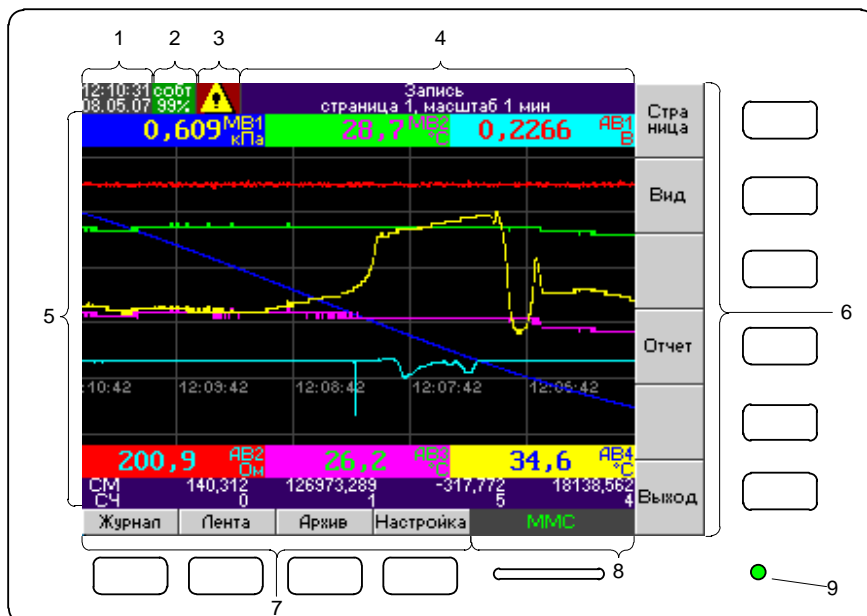

Рисунок 2.1 Интерфейс регистратора в режиме измерения
Регистратор имеет 10 функциональных клавиш, расположенных в два ряда – справа и снизу (см. рис. 2.1). Функции клавиш определяются режимом, в котором находится регистратор. Назначение каждой клавиши отображается на экране напротив соответствующей клавиши. Для увеличения размера рабочей области в режиме «Запись» имеется возможность скрыть подписи клавиш. Для этого в режиме «Запись» следует нажать клавишу **Выход**. Чтобы показать подписи следует нажать любую из 10 клавиш регистратора.
На передней панели регистратора имеется светодиодный индикатор записи на карту MMC (см. рис. 2.1, поз. 9). Также индикатор активен при включении регистратора.
- Текущее время и дата (см. рис. 2.1, поз. 1).
- Индикатор состояния памяти журнала событий (см. рис. 2.1, поз. 2). На индикаторе отображается количество свободной памяти для неподтвержденных событий в процентах от максимального размера журнала событий (750). Для того, чтобы освободить память, нужно войти в режим просмотра журнала событий и нажать клавишу **Подтвердить все**. В зависимости от уровня заполнения журнала индикатор имеет следующий цвет:
- Индикатор состояния аварийной сигнализации (см. рис. 2.1, поз. 3). Индикатор имеет следующие состояния:
- Индикатор текущего режима работы регистратора (см. рис. 2.1, поз. 4). На данном индикаторе выводится название текущего режима и другая дополнительная информация.
- Рабочее поле (см. рис. 2.1, поз. 5). В зависимости от режима работы регистратора на данном участке экрана отображается информация о текущих или архивных измерениях и настройках регистратора.
- Функциональное обозначение клавиш регистратора (см. рис. 2.1, поз. 6, 7).
- Индикатор состояния карты MMC (см. рис. 2.1, поз. 8). В случае если в разъеме MMC/SD присутствует карта, то на индикаторе отображается зеленым цветом надпись «MMC».
Для увеличения глубины архива измерений предусмотрена функция «Запись по событию». Для активации данной функции следует в меню «Общие настройки» установить параметру «Запись данных» значение «По событию». После этого регистратор переходит в режим ожидания события. В этом режиме производится измерение сигналов, однако не производится запись их значений во внутреннюю память. При этом на индикатор текущего режима работы регистратора (см. рис. 2.1, поз. 4) выводится сообщение «Измерение (ожидание события)». Также следует установить действие «Запись» для какой-либо уставки (действие можно установить для аналоговых или дискретных входов, сумматоров, счетчиков, расписания). Следует отметить, что поскольку запись данных в этом режиме не ведется, то просмотреть архивные данные за этот период невозможно.
- «Авария». При активизации сигнализации производится включение визуальной сигнализации (индикатор аварийной сигнализации - см. рис. 2.1, поз. 4) и регистрация факта превышения уставки в журнале событий (записывается тип уставки, канал, время срабатывания и значение сигнала во время срабатывания)